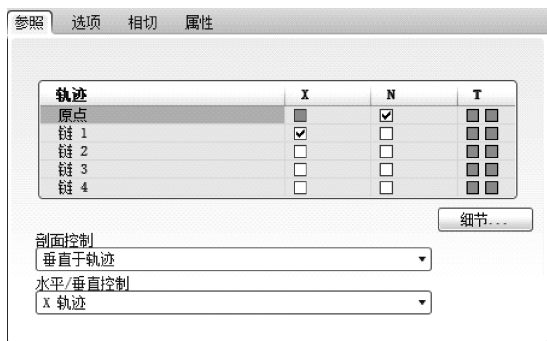
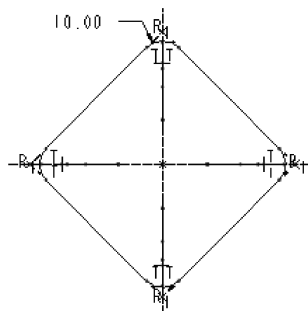

图 6-105 【参照】下滑面板
图 6-106 截面
(10) 单击操控板中的【参照】按钮, 弹出【参照】下滑面板, 原点轨迹后面的【N】列下的复选框自动被选中。在【轨迹】收集器中选中【链 1】, 选中其后【X】列下的复选框, “链 1”自动作为 X 轨迹, 其余曲线作为一般轨迹, 如图 6-105 所示。
(11) 单击对话框中的【创建或编辑截面】按钮, 进入草绘界面, 开始草绘截面。
(12) 草绘截面时, 轨迹线上的点以黄色小叉符号显示。用户应先通过 4 个叉号绘制正方形, 然后倒圆角, 约束关系如图 6-106 所示。
(13) 单击【草绘器按钮】工具栏中的【完成】按钮, 完成截面定义。
(14) 对模型进行特征预览, 符合设计要求后, 单击控制区的【应用】按钮, 完成